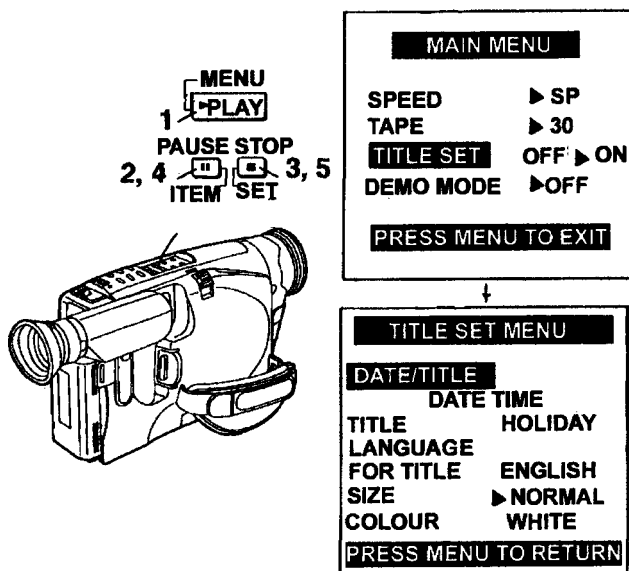

Рис. 3.16. Меню титров
1. Нажать кнопку Menu (рис. 3.16). Появляется меню Main Menu.